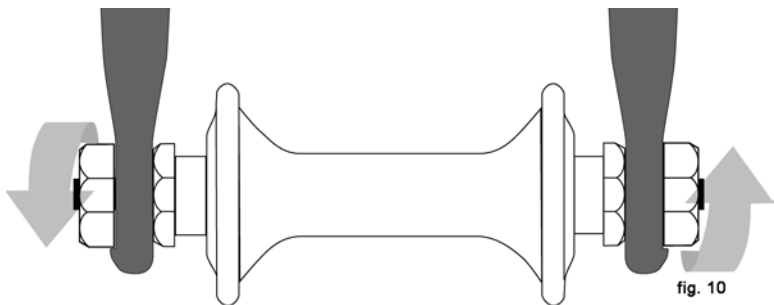

fig. 10
- Des écrous hexagonaux ou des boulons à clés hexagonales qui passent sur ou à travers l'axe de moyen (roue attachée par boulon, fig. 10)